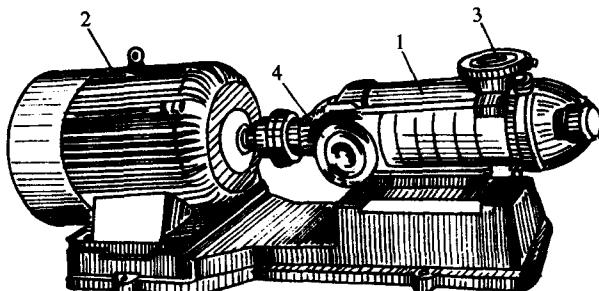

图 1-6 D 型泵的外形
(4) 多级离心泵的特点(图 1-6) 这种泵的特点是:水流顺序通过各个叶轮,其总扬程等于各叶轮扬程的和。型号有 D 型、DA 型。这种泵的流量范围为 $18\sim288\text{m}^3/\text{h}$,扬程范围为 $17\sim405\text{m}$ 。适用于山丘高扬程地区的小块灌区作业。